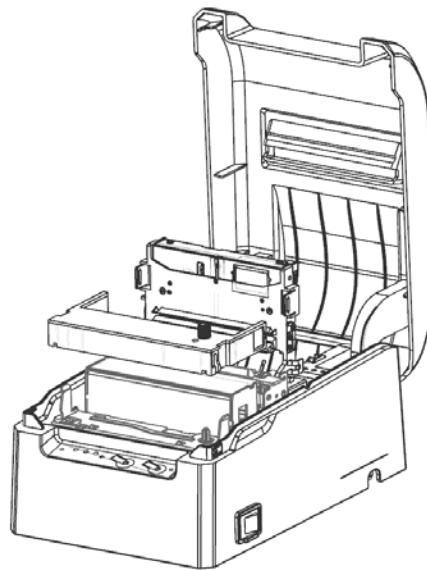

图 2-2 安装色带
- 2) 将色带盒从包装中取出, 按顺时针方向旋转色带盒上的旋钮 1~2 转, 使色带张紧。按图 2-2 所示方向装入色带, 下压后装入, 沿箭头方向旋转进带旋钮以张紧松弛的色带。观察带芯是否正常运转, 如正常运转旋转关上翻盖组件。如发现异常请按前面的步骤重新安装一次。